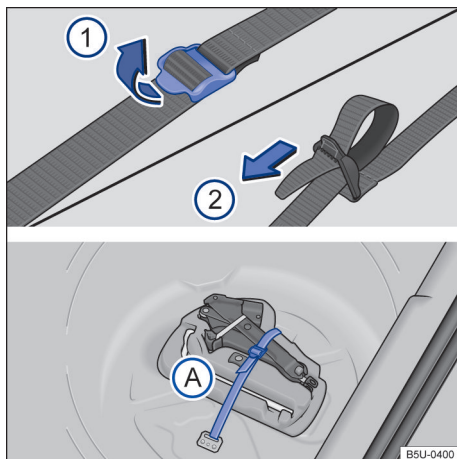

Fig. 104 No compartimento de bagagem: cinto de fixação da caixa de ferramentas e caixa de ferramentas de bordo.
Para soltar a cinto de fixação → Fig. 104 (A), puxar a fivela no sentido da seta ①.